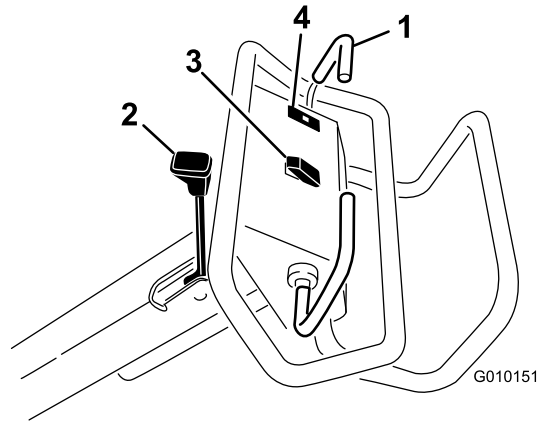

図 13
前へ押しすと前進します。後へ押しすと後退します 図 13。
- レバーをハンドル側に引き上げると駐車ブレーキがかかります 図 13。
エンジンオイルの圧力が危険域まで下がると点灯します **図 13**。万一このようなことが起こった場合には、エンジンを止めて原因を調べてください。必ず修理してから運転を再開してください。
ヘッド上昇 – スイッチ **図 13** の上部を押すとコアリングヘッドが上昇して作動が解除されます。この動作は油圧動作ですので、エンジンが掛かっている必要があります。コアリングヘッドが移動走行高さまで上昇しない場合には **システム制御回路のリセット (ページ 25)** を参照してください。
下降/エアレーション開始 – スイッチ **図 13** の下部を押すとコアリングヘッドが下降してエアレーションを開始します。走行ベイルが「前進」位置にセットされていないと、このスイッチは入りません。